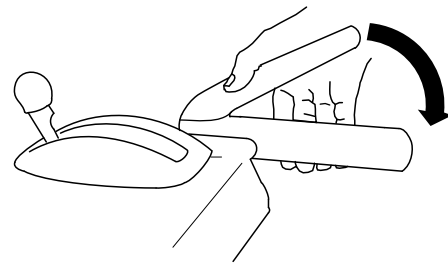

Bild 26
1. Drücken Sie zum Einkuppeln des Räumwerk- bzw. Gebläseradtriebs den rechten Hebel (Räumwerk bzw. Gebläserad) zum Handgriff (Bild 26).